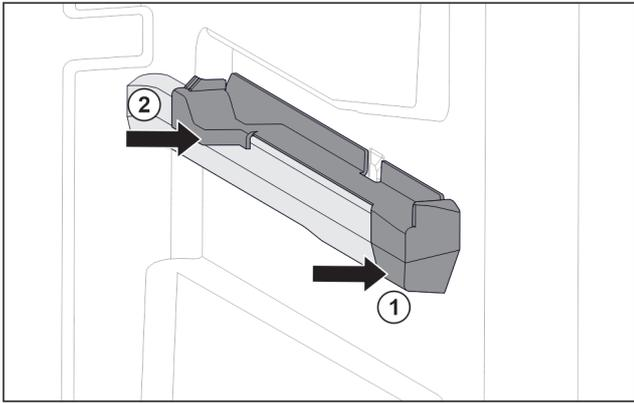

Fig. 60 Aufsteckteil auf der rechten Behälterrippe
- ▶ Aufsteckteil vorne an Behälterrippe ansetzen. Fig. 60 (1)
- ▶ Aufsteckteil hinten andrücken. Fig. 60 (2)